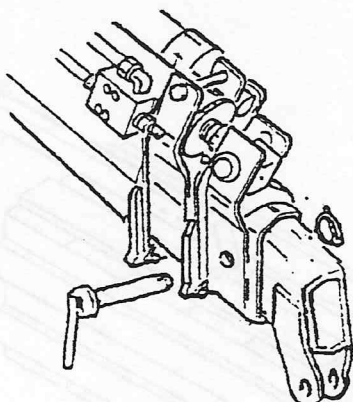

Fig.2
- 2) Reset it on a stable position and remove the slings. (fig.2)
- 2) Togliere il perno di blocco Fig.2
- 2) Remove the locking pin Fig.2